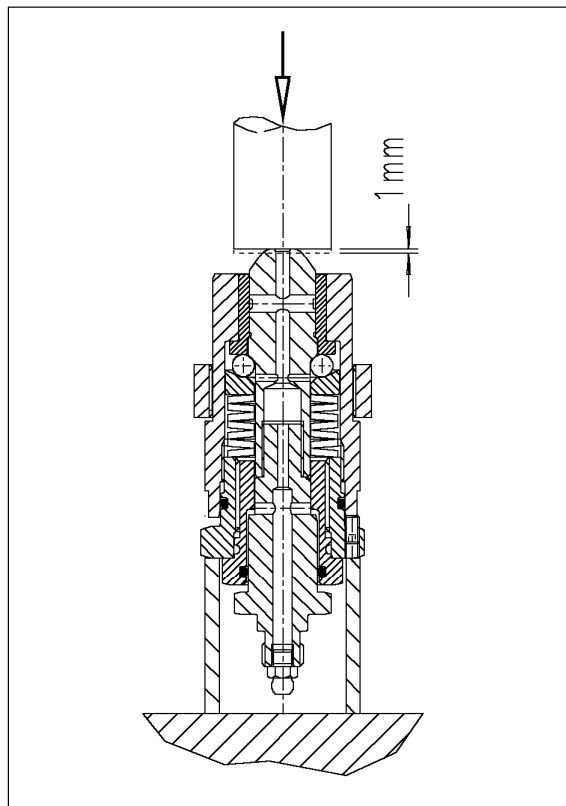

Bild.5 Vorbereiten eines Kupplungsmoduls für den Einbau.
9.5) Legen Sie das Modul unter eine Handpresse so dass es auf der Einstellmutter aufliegt mit dem Kegel nach oben zeigend. (wie in Bild 5).